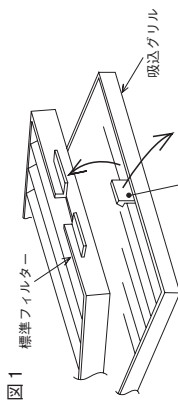
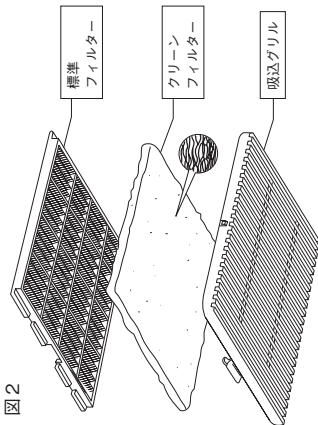

図1
図2
- (2)標準フィルターを取り外し(図1)、クリーンフィルター(1枚)を吸込グリルと標準フィルターの間を外郭に合わせて組み込むようにして、取付けてください。(図2)